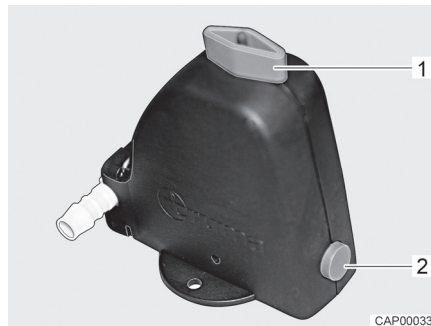
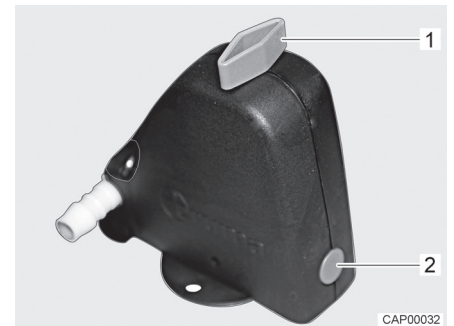

Bild 71 Sicherheits-/Ablassventil geöffnet
Bild 72 Sicherheits-/Ablassventil geschlossen
- Sicherheits-/Ablassventil schließen. Dazu Drehknopf (Bild 71,1) quer zum Sicherheits-/Ablassventil drehen und Druckknopf (Bild 71,2) hineindrücken. Das geschlossene Sicherheits-/Ablassventil ist in Bild 72 dargestellt. Bei Temperaturen unter 6 °C lässt sich das Sicherheits-/Ablassventil nicht schließen.